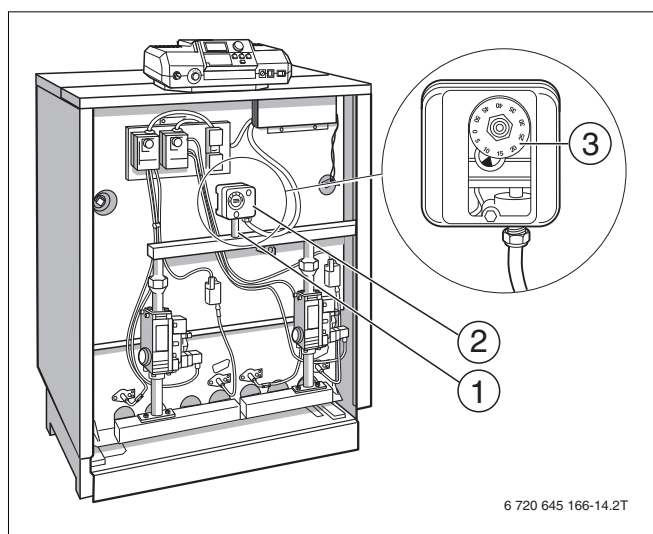

Рис. 47 Монтаж / переналадка реле контроля давления газа
- Установите звено трубопровода (входит в поставку деталей для перехода на другой вид газа) прямой стороной в трубу для подключения газа (Рис. 47, поз. 1).
- Установите реле контроля давления газа (Рис. 47, поз. 2) регулировочным диском вперед на уголок звена трубопровода.